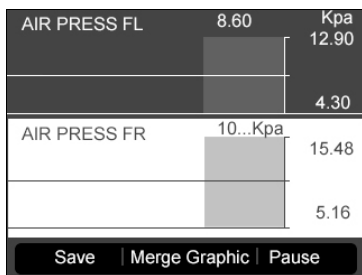
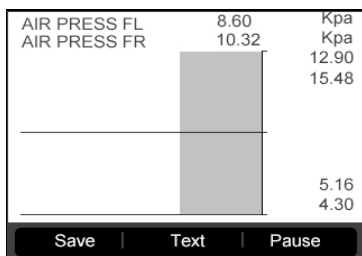

Рисунок 4.33
Рисунок 4.34
- Если данные датчиков отображаются в графическом виде, сканер предоставляет доступ к двум дополнительным командам: **Two Graphics [Два графика]** и **Merge Graph [Объединить графики]**. Первая команда предназначена для отображения двух графиков в одном окне (см. рисунок 4.33), а вторая – используется для объединения двух графиков в один. (См. рисунок 4.34)